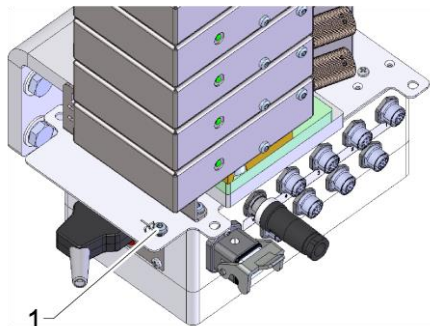

Fig. 20: Pământ funcțional
(Pentru punct de legare la pământ funcțional vezi (1) Fig. 20)